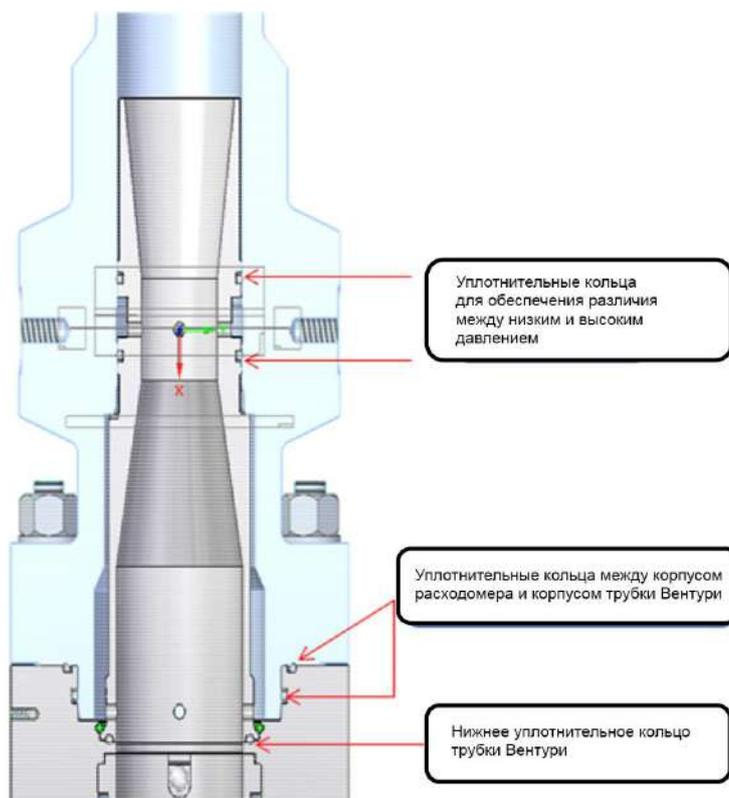

Рисунок 10. Расположение уплотнений
- Процедура сборки выполняется в порядке, обратном разборке; нанесите тонкий слой консистентной смазки на уплотнительные кольца и начните с установки нижнего уплотнительного кольца на конец трубки Вентури (см. рисунок 10). Затем осторожно вставьте трубку Вентури в корпус расходомера вертикальным движением. Трубка Вентури гарантированно останется на месте под действием силы тяжести.
- Нанесите тонкий слой консистентной смазки на уплотнительные кольца и установите два уплотнительных кольца для обеспечения различия между ВД и НД на трубке Вентури. См. рисунок 10 ниже по тексту.
- Нанесите тонкий слой консистентной смазки на уплотнительные кольца и установите два уплотнительных кольца для уплотнения между корпусом расходомера и корпусом трубки Вентури; убедитесь в наличии опорного кольца из ПЭЭК в верхней части уплотнительного кольца под внутренний диаметр паза (первый барьер), см. рисунок 10 выше по тексту.